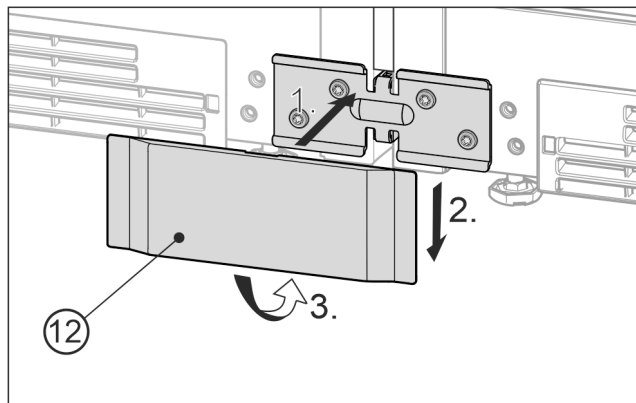

Fig. 25 Piemēra attēlojums
- Apakšējo pārsegu Fig. 25 (12) no priekšpusē uzlieciet uz leņķa Fig. 25 (1), nobīdīet lejā Fig. 25 (2) un apakšā nofiksējiet Fig. 25 (3).